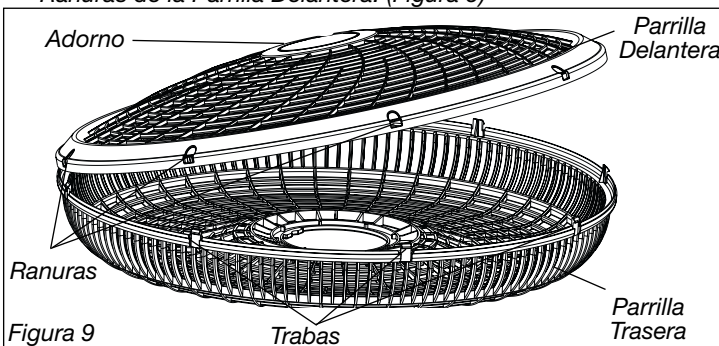

Figura 9
11. Con el cabezal del ventilador en posición vertical, alinee el Adorno de la Parrilla Delantera de modo que quede horizontal y con el lado debido hacia arriba. Empiece en la parte superior de la parrilla y siga hacia abajo, insertando las Trabas de la Parrilla Trasera en las Ranuras de la Parrilla Delantera. (Figura 9)